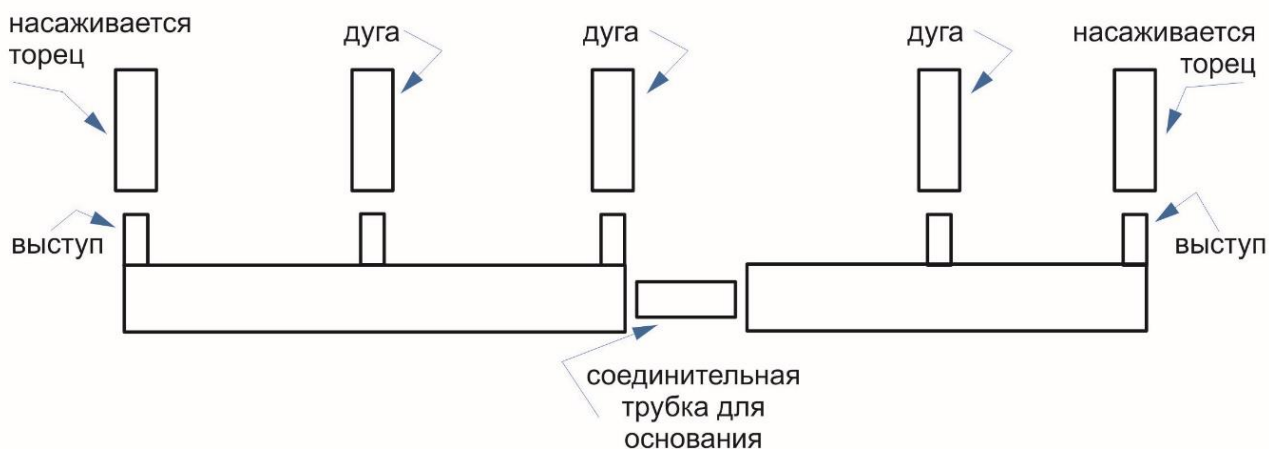

Рисунок 1
2.1. Сначала собрать основание *см. рис. 1*.
Первую пару оснований 2м, имеющих 3 выступа (для посадки дуг) положить параллельно на расстоянии ширины теплицы, далее кладётся следующая пара оснований 2м, имеющая 2 выступа (для посадки дуг), *см. рис. 1*.